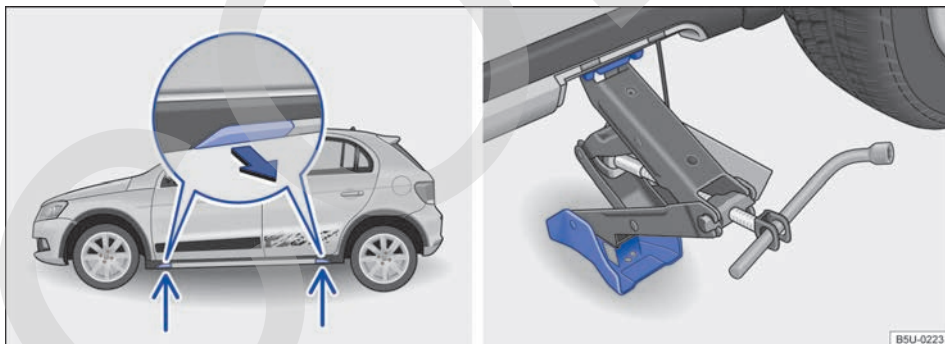

Fig. 160 Puntos de apoyo del gato y gato colocado en el lado izquierdo trasero del vehículo - vehículos con estribos exteriores.
El gato únicamente puede ser posicionado en los puntos de apoyo indicados (marca en la carrocería) ⇒ fig. 160. Es válido el punto de apoyo ubicado cerca de la rueda correspondiente ⇒ ⚠.
6. Buscar por el punto de apoyo del gato bajo el vehículo ⇒ fig. 160, más próximo a la rueda que debe cambiarse.
9. Garantizar que la base del gato, con toda su superficie, esté sobre el piso y que la base se encuentre perpendicularmente por debajo del punto de colocación ⇒ fig. 160.
10. Alinear el gato y, simultáneamente, levantar la garra del gato hasta que se encaje en el travesaño debajo del vehículo ⇒ fig. 160.
- Posicionar el gato únicamente en los puntos indicados. La garra del gato debe encajarse en el perfil del larguero de forma segura ⇒ fig. 160.